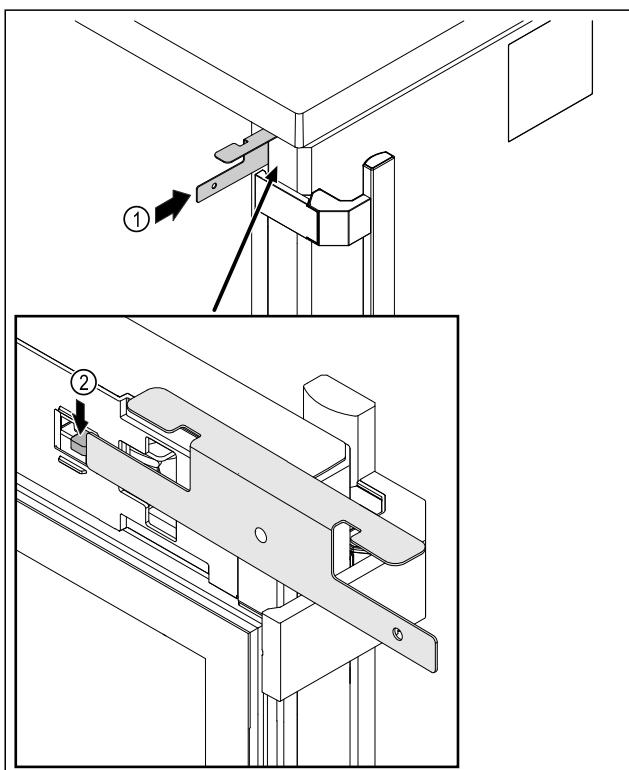

Fig. 218
- Вставте ключ аварійного розблокування Fig. 218 (1) між дверцятами та корпусом пристроя.
- Натисніть на гачок фіксації Fig. 218 (2) у напрямку дверних петель.